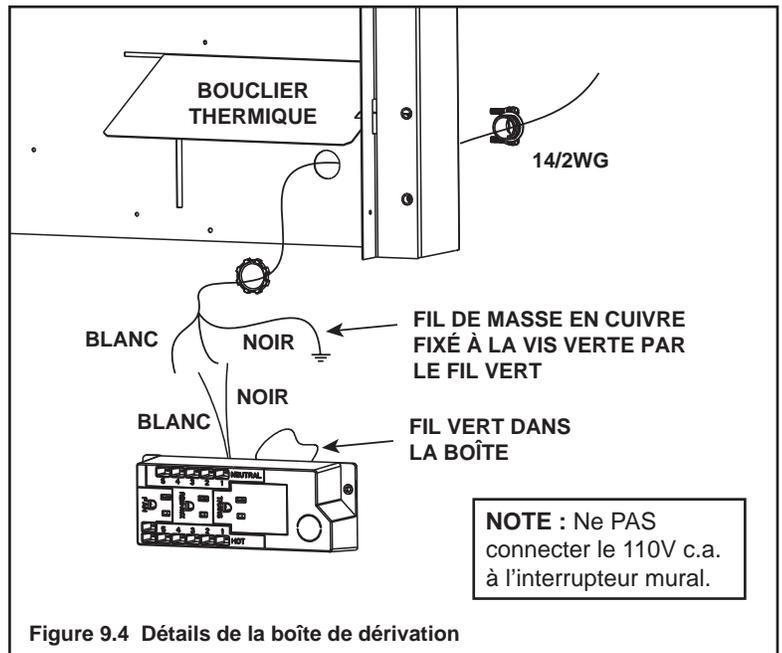

Figure 9.4 Détails de la boîte de dérivation
- Enlever la vis retenant la boîte de dérivation/le réceptacle à l'enveloppe extérieure, tourner la boîte de dérivation pour la dégager de l'enveloppe extérieure (voir figure 9.4).